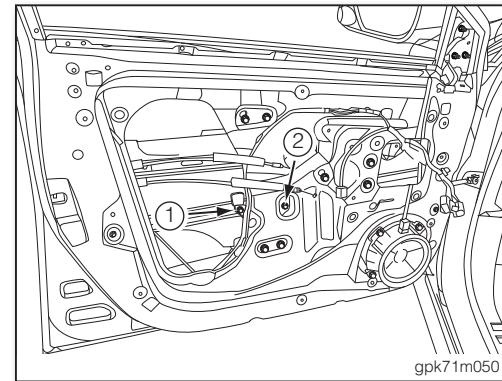

图 1
5. 以手或其它适当工具固定前车门玻璃上缘，并拆下前车门玻璃固定螺栓①、②(如图 1)。